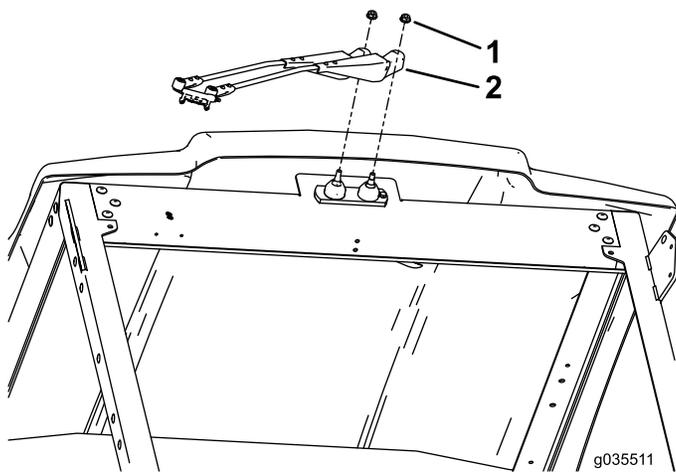

Bild 3
3. Befestigen Sie den Scheibenwischerarm mit den zwei großen Sicherungsmuttern und ziehen Sie die Muttern mit 23-24 N m an, wie in Bild 3 abgebildet.